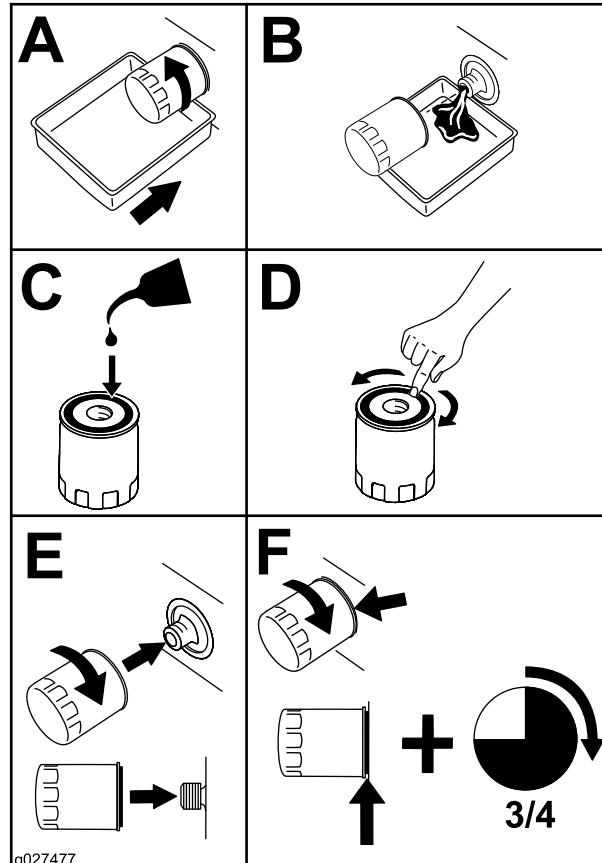

Figura 57
2. Cambiate il filtro dell'olio del motore (Figura 57).